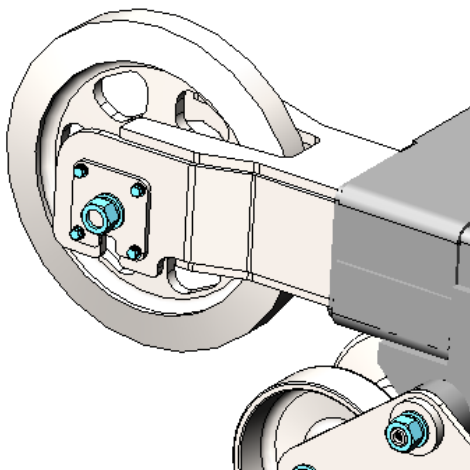

Рисунок 5.50. Внешний осмотр натяжного колеса
- ▶ Проведите визуальный осмотр, рис. 5.50.